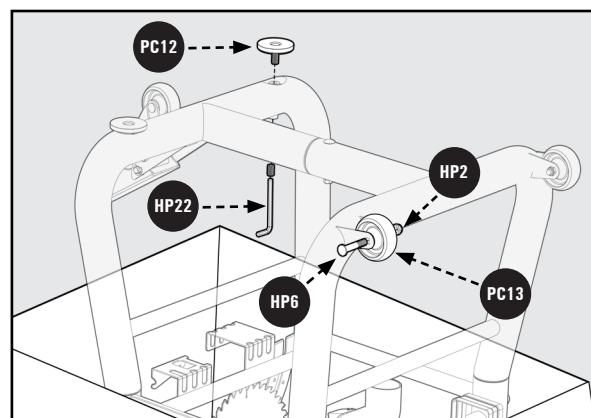

Figura 3
1. Utilizando una llave de 13mm, fije las dos ruedas fijas **PC13** a las dos patas izquierdas, al lado opuesto de la rueda pivotante, usando pernos de (2) hombro de carroje de M8 x 53mm **HP6** y tuercas M8 Nylock **HP2**. Una para cada rueda como en la Figura 3.
4. Las dos patas ajustables **PC12** se pueden girar para subirlas y bajarlas. Los pies pueden ser ajustados para nivelar la sierra y pueden ser bloqueados en su lugar con los tornillos de fijación pre-ensamblados utilizando la llave Allen de 6mm proporcionada **HP22**. Vea la Figura 3.